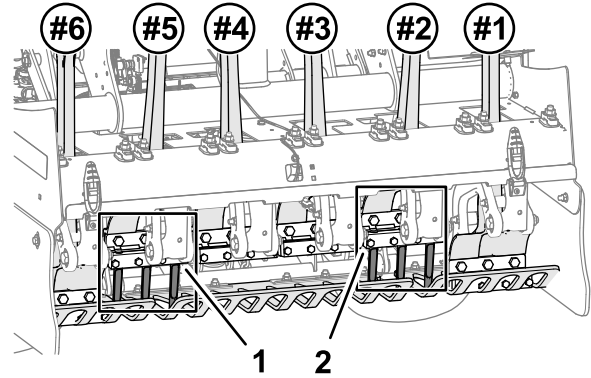
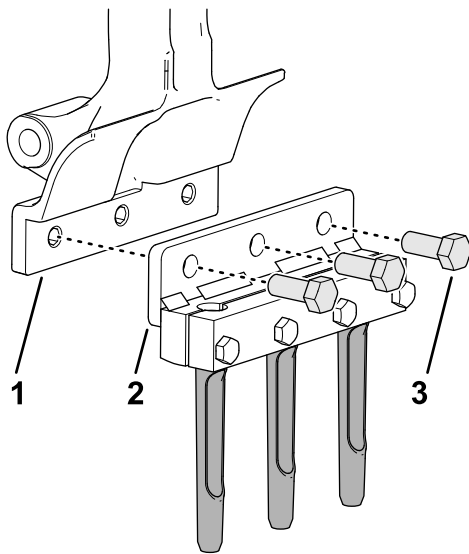

図 42
図 43
1. No. 2 タインアームにタインホルダーとタインを取り付ける 図 42 と 図 43 ボルト  $\frac{1}{2}$  x  $1\frac{1}{4}$ " 3 本を使用する。